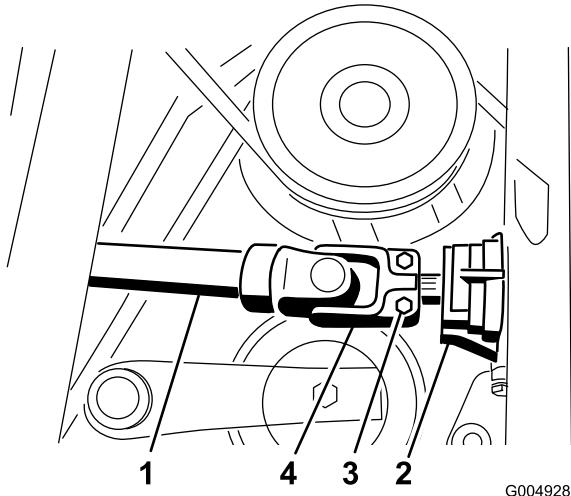

Рисунок 99
14. Извлеките цилиндрический штифт и ослабьте два винта с головкой, которые крепят ведущий вал к валу редуктора (Рисунок 99).